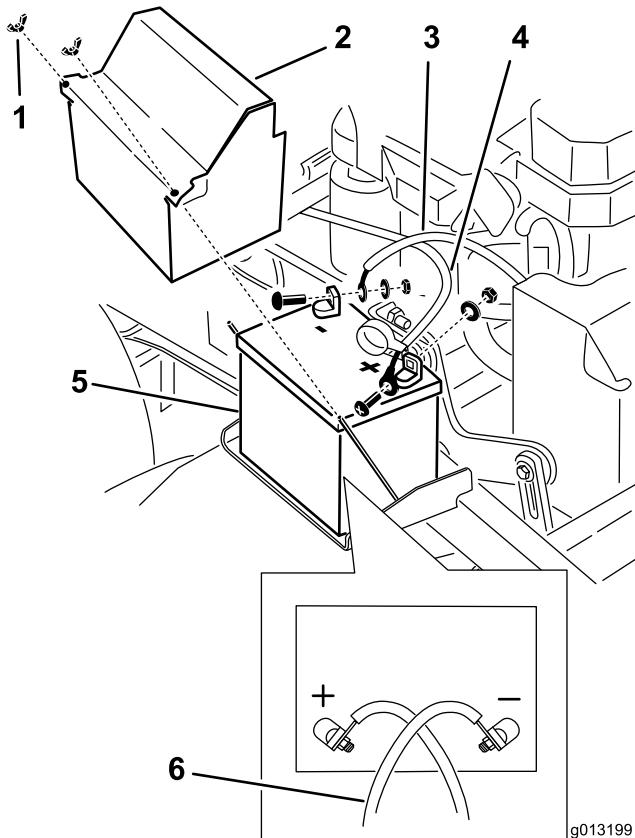

Figura 50
3. Desconecte el cable negativo del borne negativo (-) de la batería (Figura 50).
4. Retire la cubierta de goma roja del borne positivo (rojo) de la batería. Luego retire el cable positivo (rojo) de la batería (Figura 50).
5. Retire la pletina de sujeción de la batería (Figura 50), y retire ésta.
1. Coloque la batería en la máquina (Figura 50).
3. Conecte primero el cable positivo (rojo) al borne positivo (+) de la batería con una tuerca, una arandela y un perno (Figura 50). Deslice la cubierta de goma sobre el borne.
- Luego conecte el cable negativo y el cable de tierra al borne negativo (-) de la batería con una tuerca, una arandela y un perno (Figura 50).
Nota: Los cables de la batería se cruzan cuando están correctamente instalados (Figura 50).